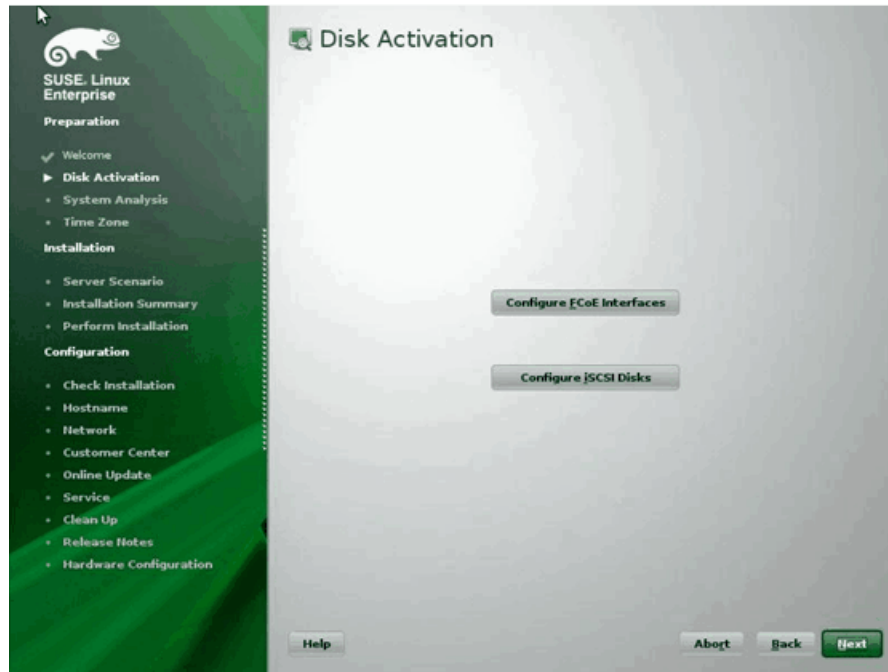

Figura 14-17. Ativação do disco
4. Quando solicitado, clique em **Configure FCoE Interfaces** (Configurar interfaces FCoE) (Figura 14-17).